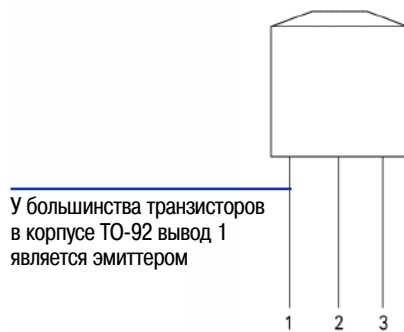

Рис. 5-7 Транзистор в корпусе TO-92
3. В данном примере мы работаем с биполярным транзистором в корпусе TO-92 (см. рис. 5-7).